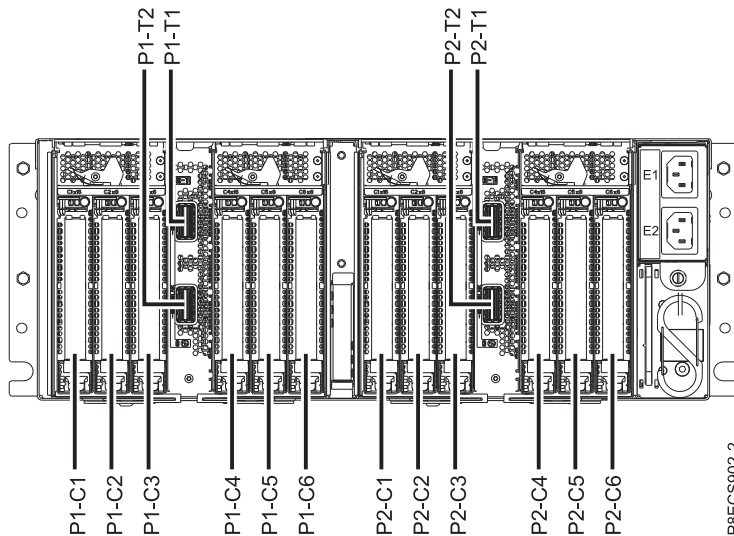

Figure 30. Emplacements de carte PCIe dans le tiroir d'extension PCIe3
2. Déterminez l'emplacement dans lequel vous souhaitez installer une carte PCIe. Voir Règles de positionnement des cartes PCIe et priorités d'emplacement pour le tiroir d'extension d'E-S PCIe Gen3. Les emplacements de carte PCIe se trouvent dans la baie du module d'E-S installée à l'arrière du tiroir d'extension PCIe3. La figure 30 illustre les codes d'emplacement de carte PCIe.